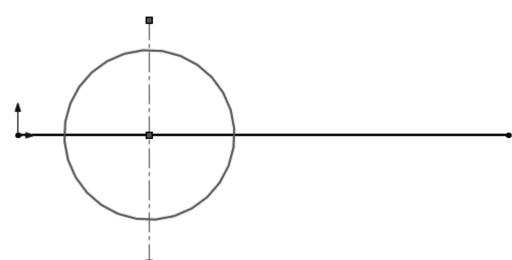

图 3-49 选择草图实体
- [3] 在 PropertyManager 中的“要复制的实体”下，为草图项目选择草图实体，如图 3-49 所示。